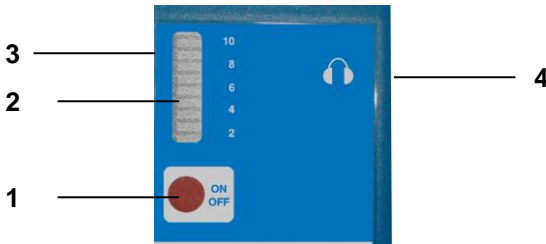

Figure 1 : Eléments de commande UL 23
- Mettez le câble de l'écouteur dans la prise de l'écouteur (Fig. 1, pièce 4).
Connectez l'écouteur à la prise de l'écouteur (pièce 4, figure 1) de l' UL 23 pour écouter le signal ultrason (prise de l'écouteur 4, figure 1). Ajustez le volume avec le réglage intégré dans le câble.